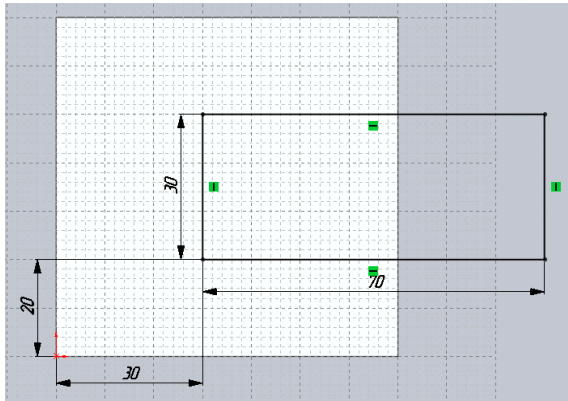

Рисунок 10.31 - Ескіз другої пластини
2. Потім за допомогою панелі інструментів «**Элементы**» й команди - «**Вытянутая бобышка/основание**» витягніть ескіз на 10 мм (товщина пластини). Тепер на верхній грані першої пластини намалюємо ескіз другої пластини (рис. 10.31) і витягнемо її за допомогою команди «**Вытянутая бобышка/основание**» на відстань 5 мм (товщина другої пластини, що приварюється). Допустимо, що так повинна виглядати готова зварна деталь, отримана технологією зварювання із двох деталей.